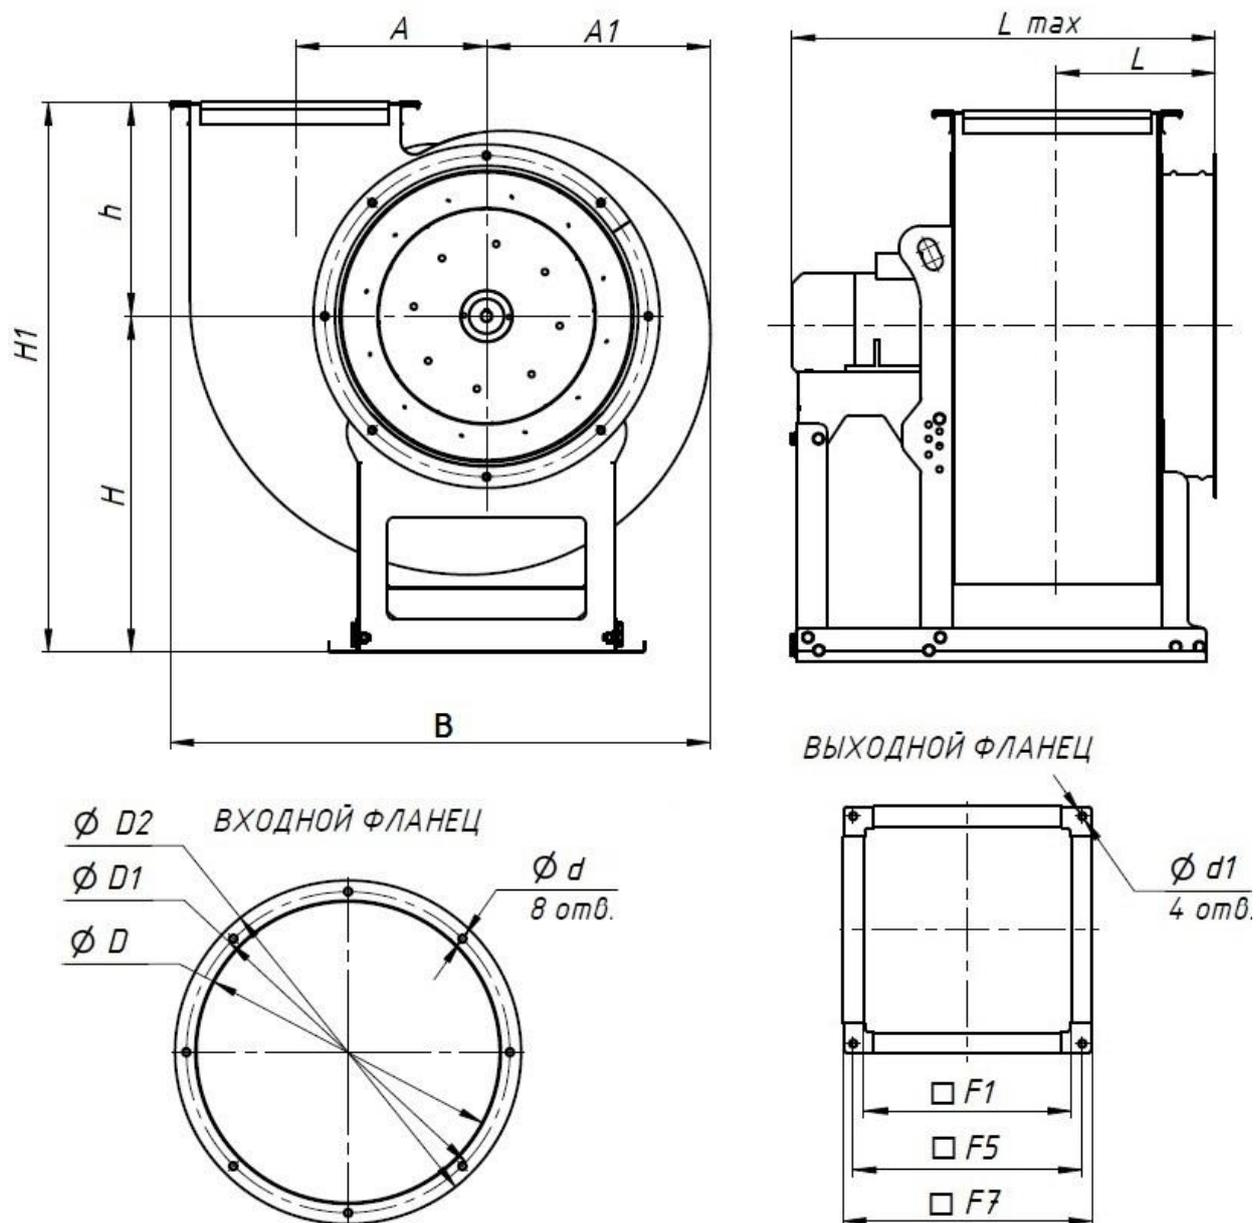
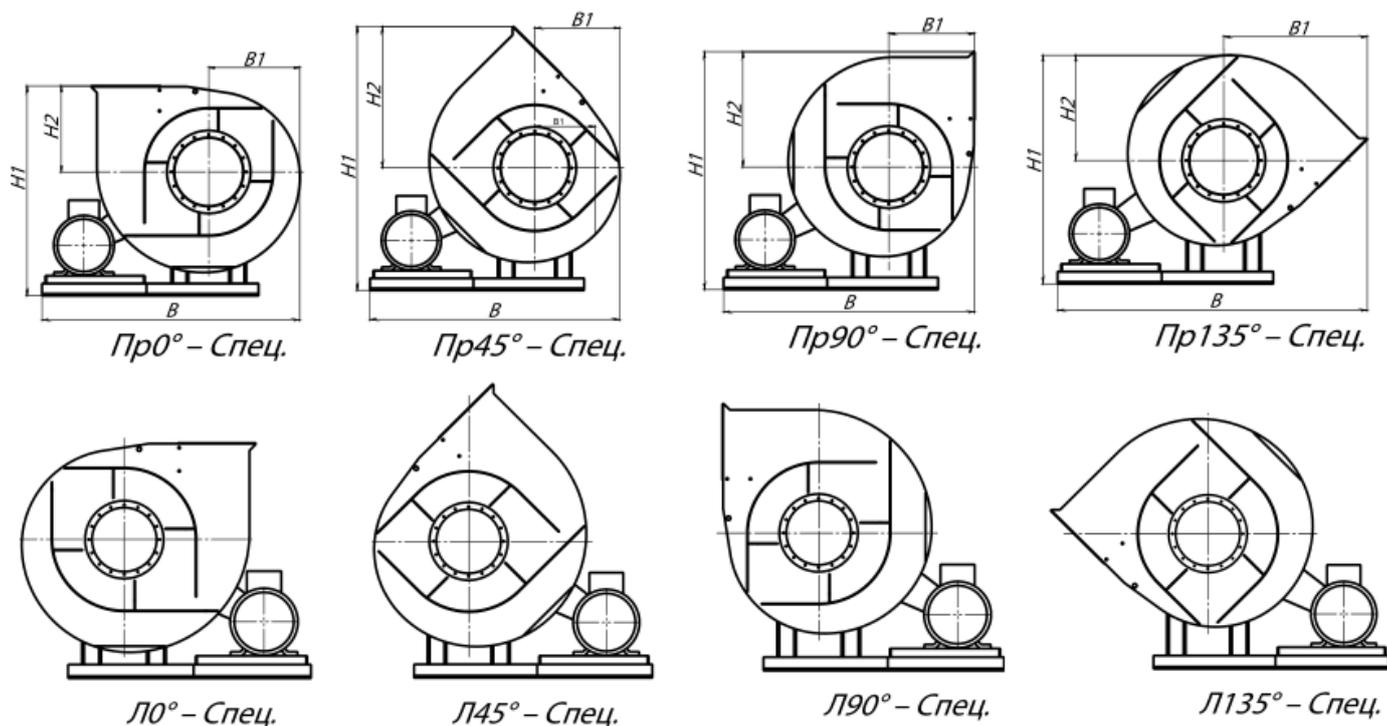

РИС. 1. Габаритные и присоединительные размеры вентиляторов RAD-RHP
Рисунок 6. Габаритные размеры, зависящие от положения корпуса
1.2.2. Устройство вентиляторов, габаритные, присоединительные и установочные размеры вентиляторов указаны на рис. 1-рис. 6, табл. 1- табл. 5.